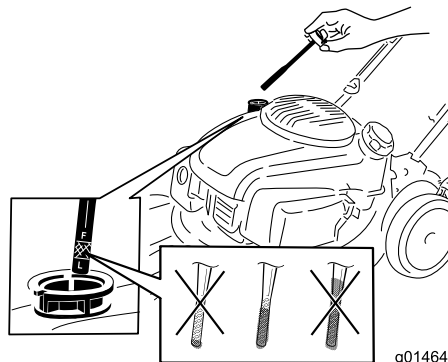

Figure 4
1. Retirez la jauge (Figure 4).
2. Versez de l'huile **lentement** dans le goulot de remplissage pour faire monter le niveau jusqu'au repère du plein (Full) sur la jauge (Figure 4). **Ne remplissez pas excessivement.** (Remplissage max. : 0,65 L (22 oz), type : huile détergente 10W-30 ou SAE 30 de classe de service API SJ ou supérieure.)
**Remarque:** Chaque fois que vous vérifiez le niveau d'huile, sortez la jauge et essuyez-la sur un chiffon propre, remettez-la dans le goulot de remplissage (**sans la visser**), puis ressortez-la et vérifiez le niveau (Figure 4).